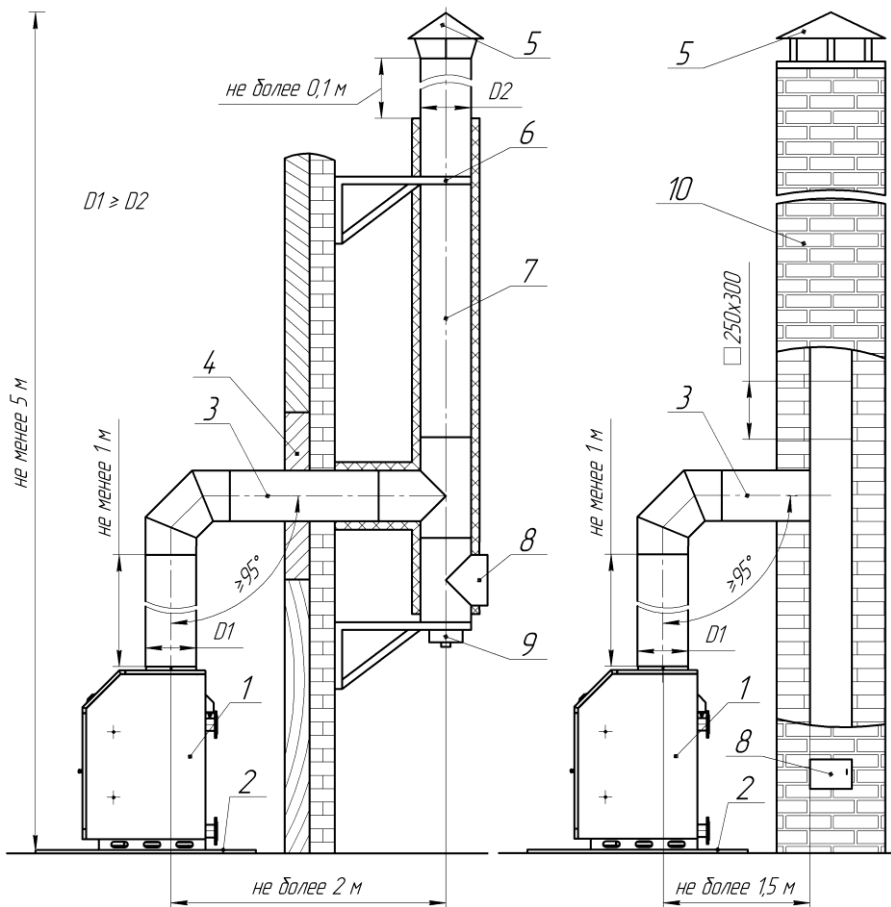

Рис. 6 Рекомендуемая схема устройства дымовой трубы.
9.6. Основные причины неудовлетворительной работы котла связанные с дымоходом, рекомендуемые схемы конструкции дымохода см. Рис.6, 7.